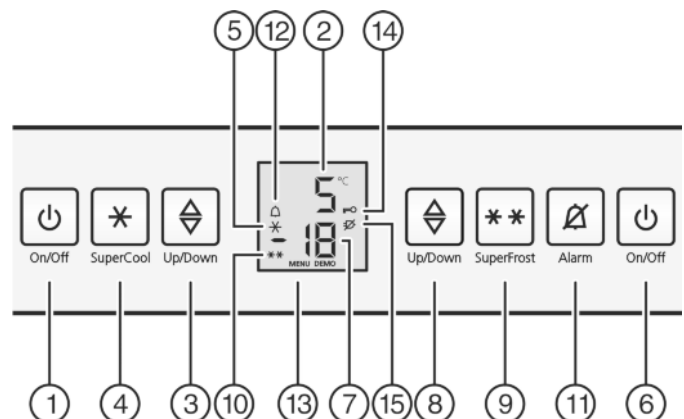

Fig. 2
- ▶ Druk op de toets On/Off van het vriesgedeelte *Fig. 2 (6)*.
- ▶ Druk op de toets On/Off van het koelgedeelte *Fig. 2 (1)*.
- ▶ Instelmodus activeren: Druk de toets SuperFrost *Fig. 2 (9)* gedurende ca. 5 seconden in.
- ▷ Op de display wordt het symbool Menu *Fig. 2 (13)* weergegeven.
- ▶ Met de toets SuperFrost *Fig. 2 (9)* kort bevestigen.
- ▷ Het symbool Kinderbeveiliging *Fig. 2 (14)* op de display gaat branden.
- ▶ Druk de toets On/Off van het vriesgedeelte *Fig. 2 (6)* kort in.
- ▷ Het symbool Kinderbeveiliging *Fig. 2 (14)* gaat uit.
- ▶ Toets Alarm *Fig. 2 (11)* indrukken.
Tegelijkertijd knipperen de temperatuurdisplay en het symbool Alarm *Fig. 2 (12)*.
Het akoestisch alarm stopt automatisch, het symbool Alarm *Fig. 2 (12)* gaat uit en de temperatuurdisplay houdt op met knipperen, wanneer de temperatuur weer laag genoeg is.